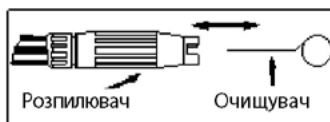

Рис. 5. Вставте очищувач в отвір розпилювача і порухайте його вперед і назад до видалення засмічення.
- Введіть комплектний очищувач або розігнуту скріпку в отвір розпилювача і порухайте вперед-назад до видалення засмічення (див. рис. 5).